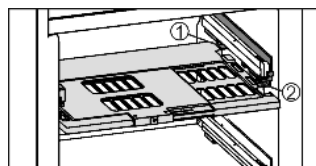

Fig. 13
- ▶ Установка пластины регулировки влажности: поперечные ребра крышки на пластине вставить через низ в задний держатель Fig. 13 (1) и защелкнуть спереди на держателе Fig. 13 (2).